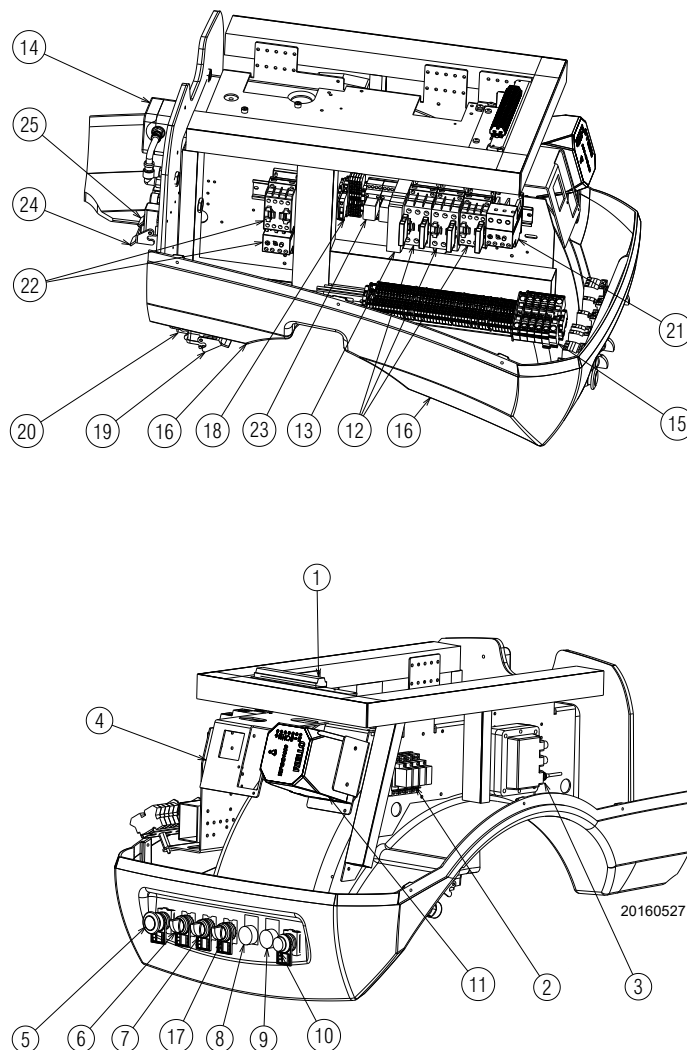

Fig. 5
- **Blocage boîte de contrôle** : l'allumage du bouton (**LED rouge**) de la boîte de contrôle 11)(Fig. 5) et du bouton de signalisation 10)(Fig. 5) signale que le brûleur est bloqué. Pour le débloquer, appuyer sur le bouton 10)(Fig. 5).